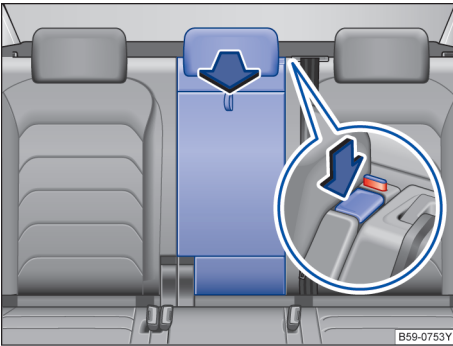

图 204 在后排座椅靠背中：打开贯通装载系统
- 沿箭头方向按下解锁按钮→图 204，将贯通装载系统向前翻折。
- 锁止显示上的红色标记→图 204 不得再可看到。